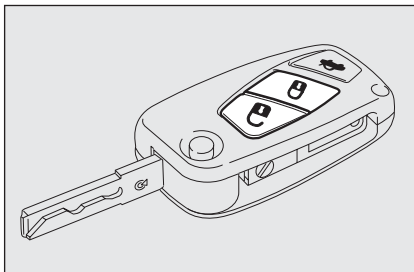
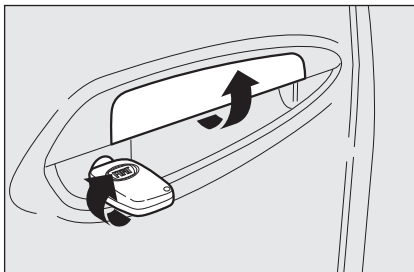
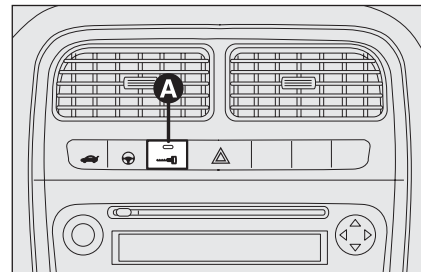

fig. 81
fig. 82
fig. 83
Les portes fermées, appuyer sur le bouton  sur la télécommande **fig. 81** ou bien insérer et tourner la tige métallique dans la serrure de la porte côté conducteur dans le sens des aiguilles **fig. 82**. Le blocage des portes est signalé par un seul allumage du voyant sur le bouton **A-fig. 83**. Le verrouillage des portes n'est activé que si toutes les portes sont fermées. Si une ou plusieurs portes sont ouvertes à cause de la pression sur le bouton  sur la télécommande **fig. 81**, les indicateurs de direction et le voyant présent sur le bouton **A-fig. 83** clignotent rapidement pendant environ 3 secondes.
Si, par contre, une ou plusieurs portes sont ouvertes après la rotation de la tige métallique de la clé, seulement le voyant présent sur le bouton **A-fig. 83** clignote rapidement pendant environ 3 secondes. Si les portes sont fermées mais le coffre à bagages est ouvert, le verrouillage des portes est effectué: les indicateurs de direction (seulement pour le verrouillage effectué en appuyant sur le bouton  **fig. 81**) et le voyant présent sur le bouton **A-fig. 83** clignotent rapidement pendant environ 3 secondes.
Si la fonction est active, il est quand même possible de déverrouiller les autres portes, en appuyant sur le bouton **A-fig. 83** placé sur le meuble central.
En effectuant une double pression rapide sur le bouton  sur la télécommande **fig. 81** s'active le dispositif dead lock (voir le paragraphe "Dispositif dead lock").
Appuyer brièvement sur le bouton  **fig. 81** pour obtenir le déverrouillage des portes à distance, l'allumage temporisé des plafonniers intérieurs et une double signa-
lisation lumineuse des indicateurs de direction ou bien insérer et tourner la tige métallique dans la serrure de la porte côté conducteur dans le sens inverse des aiguilles comme illustré sur **fig. 82**.
Appuyer sur le bouton **A-fig. 83** pour verrouiller/déverrouiller toutes les portes. Le bouton est doté d'un voyant qui indique l'état (portes verrouillée ou déverrouillées) de la voiture. Quand les portes sont verrouillées, le voyant sur le bouton est allumé et une pression sur le bouton provoque le déverrouillage centralisé de toutes les portes et l'extinction du témoin. Quand les portes sont déverrouillées, le voyant est éteint et une pression sur le bouton provoque le verrouillage centralisé de toutes les portes. Le verrouillage des portes est activé seulement si toutes les portes sont correctement fermées.
on ne pourra pas effectuer le déverrouillage par le bouton **A-fig. 83** placé entre les commandes sur la planche.
- bouton **A-fig. 83** de verrouillage/déverrouillage;
Le dispositif s'enclenche automatiquement sur toutes les portes en effectuant une double pression rapide sur le bouton  sur la clé de la télécommande **fig. 81**.
L'enclenchement du dispositif est signalé par 3 clignotements des indicateurs de direction et par le clignotement du voyant placé sur le bouton **A-fig. 83** entre les commandes sur la planche.